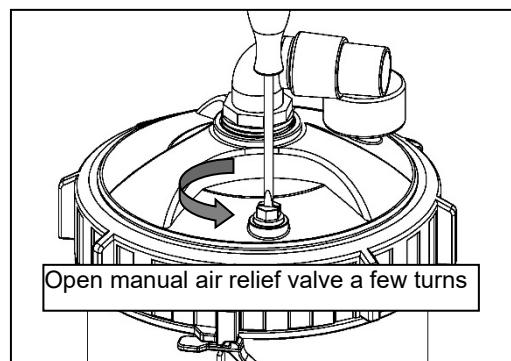

Bild 4 - Luftningsventil
2. Öppna den manuella luftningsventilen några varv (Bild 4).
5. Öppna den manuella luftningsventilen ovanpå några varv (Bild 4) för att avlufta systemet. Luft som har kommit in i systemet flödar ut via luftningsventilen, stäng den därför när vattnet flödar jämnt. Dra åt luftningsventilen så mycket att den inte läcker. Var försiktig så att du inte drar åt den för mycket, eftersom ventilen eller packningen då kan skadas.